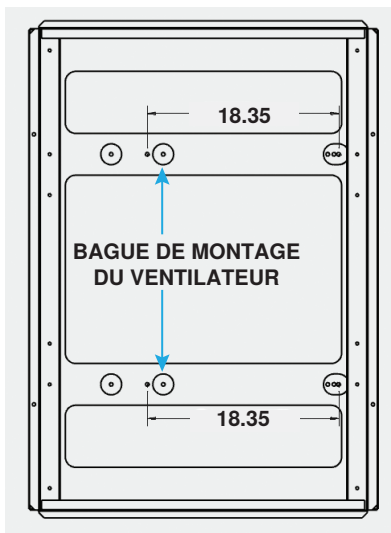

Figure 76. Trous de montage du ventilateur dans le traîneau du ventilateur
- a. Percez deux trous de montage de 11/32 pouces de diamètre—à travers le traîneau du ventilateur et les supports centraux—à 18,35 pouces (environ 18-11/32 pouces) du centre des trous de montage avant, comme illustré à la **Figure 76**.